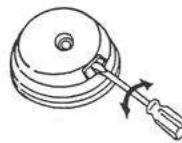

図2
- ①ナイロンコードキャップをはずし、ナイロンコードドリールをはずします。お手持ちのマイナスドライバーをナイロンコードボーダーの溝から出ている爪の上に咬ませ、そのままドライバーを半回転回せばはずれます。(図2)